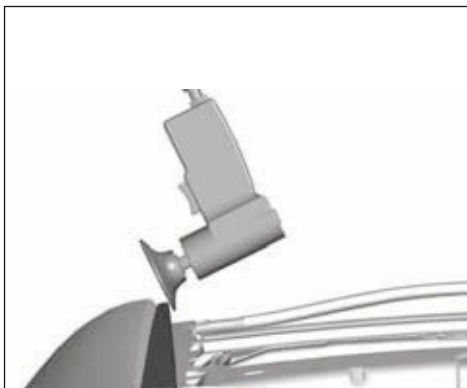

FIG.126
- Araser les 10 mm du pavillon et la soudure laser sans endommager le côté d'habitable (Fig.126).